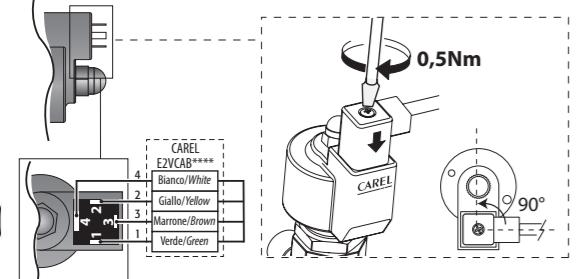

Fig. 3
4. collegare il connettore già cablato al motore passo passo nel relativo alloggiamento e serrare la vite con una coppia di 0,5 Nm seguendo le indicazioni in Fig. 3. Collegare a questo punto l'estremità quadripolare del cavo nei relativi morsetti del Driver CAREL EVD\*\*\* o relativo controllo omologato CAREL ed impostare i parametri secondo il set riportato nella tabella sottostante.
4. connect the pre-wired connector to the socket on the stepper motor and tighten the screw tightening torque 0,5 Nm following the instructions in Fig. 3. Connect the four-pin end of the cable to the corresponding terminals on the CAREL EVD\*\*\* driver or approved CAREL controller and set the parameters as shown in the table below.
- Raccorder le connecteur déjà câblé au moteur pas à pas dans le logement correspondant et serrer la vis avec un couple de 0,5 Nm en suivant les indications de la Fig. 3. Connecter ensuite l'extrémité quadrupolaire du câble aux bornes correspondantes du Driver CAREL EVD\*\*\* ou du régulateur homologué CAREL et configurer les paramètres selon la valeur reprise au tableau ci-dessous.